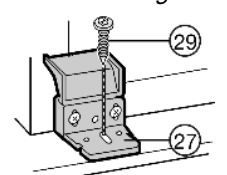

Fig. 24
- Kunststoffwinkel *Fig. 24 (27)* durch Langloch mit langer Schraube *Fig. 24 (29)* vormontieren.
- Abdeckung des Kunststoffwinkels *Fig. 24 (27)* zuklappen.